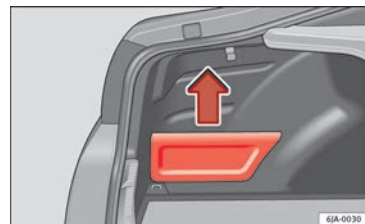

Fig. 161 Maletero: portaobjetos.
- Agarre la tapa de su lado superior y sáque-la en el sentido de la flecha » fig. 161.